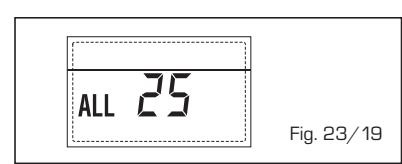

Fig. 23/19
- ANOMALÍA SONDA AUXILIAR (S3) "ALL 26" [fig. 23/20]